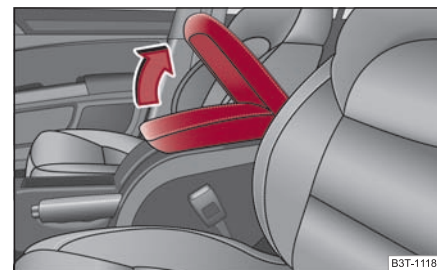

Fig. 115 Accoudoir: Vide-poches
- Ouvrez le couvercle de l'accoudoir dans le sens de la flèche ⇒ fig. 115.